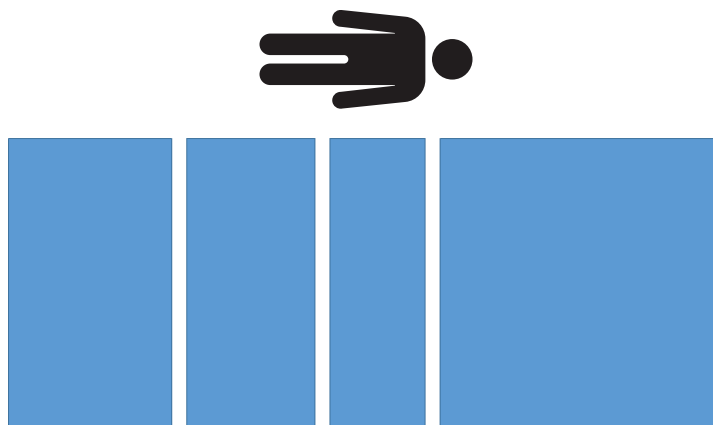

Figura 26 – Test de repetabilitate - fără masă
2. Îndepărtați toate greutățile calibrate de pe produs (Figura 26).